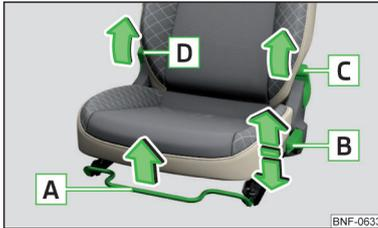

Abb. 50
Die Sitze können eingestellt werden, indem das jeweilige Bedienelement in Richtung der Pfeile gezogen oder gedrückt wird » Abb. 50.
- Den Hebel **D** » Abb. 50 ziehen und die Sitzlehne vorklappen.